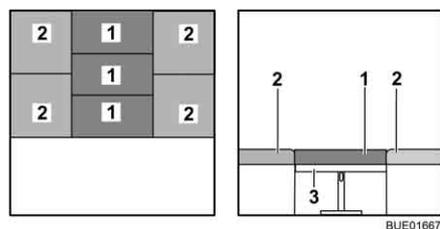

Fig. 94 Dopo la trasformazione
- Posizionare tre cuscini degli schienali (Fig. 94,1) sul tavolo.